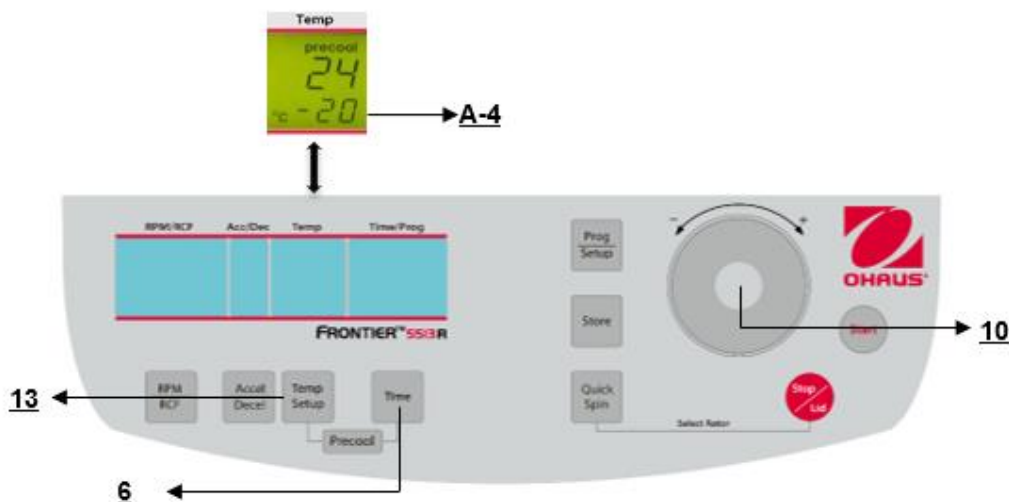

Figura 17
3. La operación continua **"cont"**, que puede interrumpirse con el botón **"Stop/Lid"** (9) (vea la Figura 17).
Si las muestras son sensibles a la temperatura, es útil preenfriar la centrifuga, el rotor y eventualmente los portatubos a la temperatura de trabajo requerida. Por lo tanto, inserte el rotor deseado y preajuste la temperatura respectiva. Al presionar en forma simultánea los botones **"Temp/Setup"** (13) (vea la Figura 17) y **"Time"** (6), inicia la operación. Durante la operación, la unidad selecciona automáticamente una velocidad rotacional que es equivalente al 20% de la velocidad rotacional permitida del rotor respectivo. Después de que se alcanza la temperatura predeterminada, puede salir de la operación de preenfriamiento con el botón **"Stop"** (10).